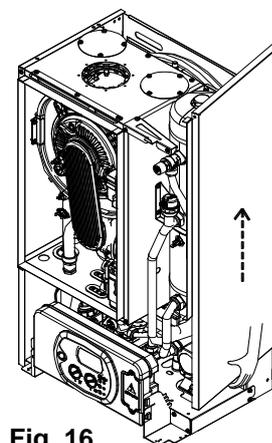

Fig. 16
- Saisir la base du panneau et après l'avoir déplacé vers le côté, le retirer en le levant (Fig.16)